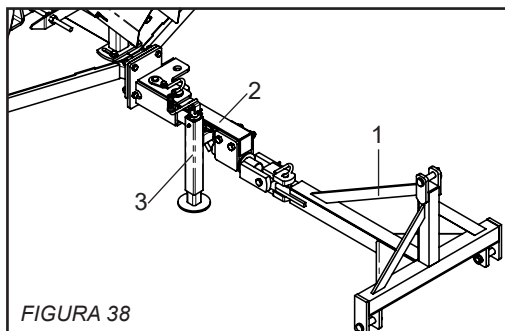
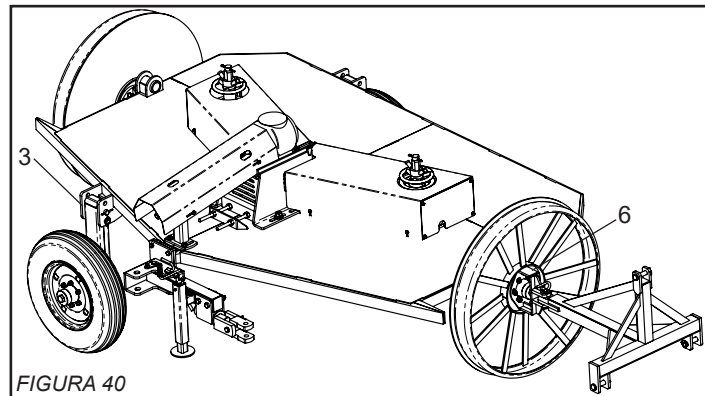

FIGURA 38
FIGURA 40
1 - Engate o cabeçalho de transporte (1) figura 38, nos três pontos do trator, em seguida acople o cabeçalho de engate (2), no cabeçalho de transporte (1).
5 - Desengate o cabeçalho de transporte (1) (figura 38) do cabeçalho de engate (2), e em seguida manobre o trator, e lentamente acople-o no cabeçalho de engate de transporte (6) conforme figura 40.